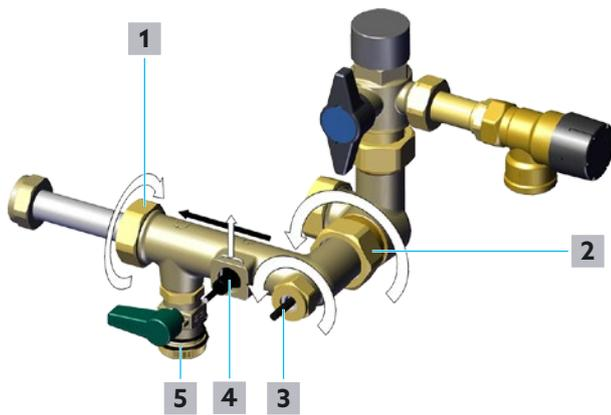

Fig. 32 - Pulizia del misuratore di portata a turbina
- 7** Rimuovere la clip del sensore della portata (**4** in Fig. 32 a pagina 50) e metterla da parte.
- 8** Allentare il dado a risvolto del sensore termico dell'acqua potabile fredda / circolazione (**3** in Fig. 32 a pagina 50).
- 9** Estrarre dalla valvola con cautela il sensore della portata in volume (**4** in Fig. 32 a pagina 50) e il sensore termico dell'acqua potabile fredda / circolazione (**3** in Fig. 32 a pagina 50).
- 11** Allentare il dado a risvolto della mandata dell'acqua potabile (**2** in Fig. 32 a pagina 50) con una chiave fissa SW 38.
- 12** Allentare il dado a risvolto sul lato termovettore (**1** in Fig. 32 a pagina 50) con una chiave fissa SW 37.
Convogliare l'acqua corrente in direzione opposta rispetto al flusso attraverso la valvola (dalla direzione di **1** in direzione di **2** in Fig. 32 a pagina 50). A tale scopo è particolarmente indicata una manichetta flessibile con ugello idoneo.
- 4 Installare il sensore della portata in volume del circuito dell'acqua potabile (posizione **4** in Fig. 32 a pagina 50) e il sensore termico dell'acqua potabile fredda / circolazione S3 (posizione **3** in Fig. 32 a pagina 50).